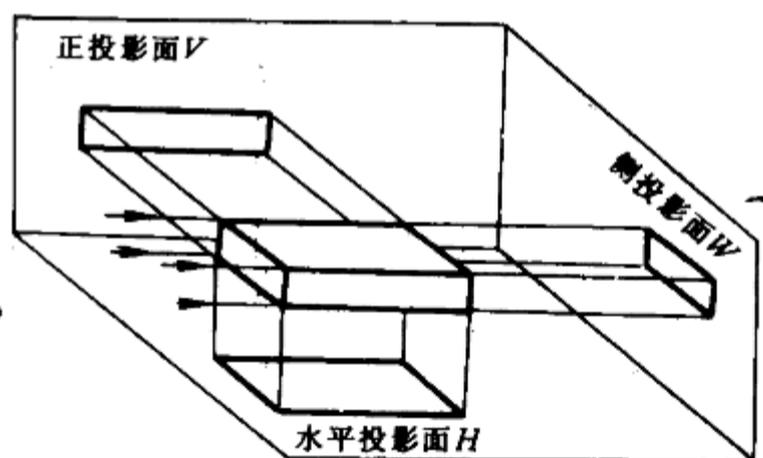
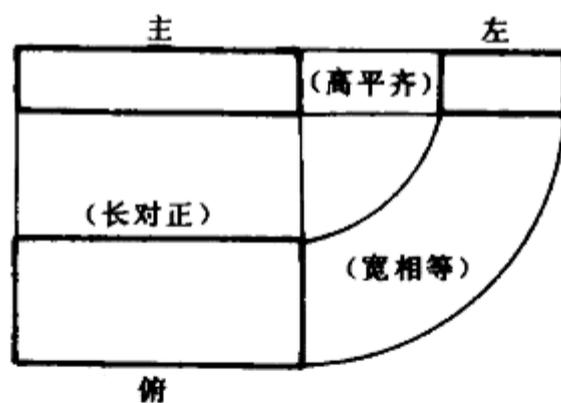

图 1-2 长方体在三个投影面上的投影
图 1-4 展开后长方体的三视图
(2) 三视图 将长方体置于三个互相垂直的投影面体系中，使其底面与水平投影面平行，前面与正投影面平行，分别向三个投影面投影，可得到长方体的三个视图（见图 1-2）；将三投影面按 1-3 中箭头所指的方向顺次旋转展开，即形成三视图，见图 1-4。